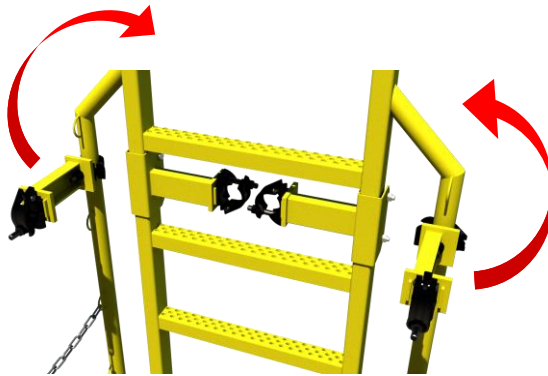

Bild 3
- Die Halterung für das Anlegerrohr an der Schelle lösen und um **180°** auf die Rückseite der Leiter verdrehen (Bild 3). Je nach Bedarf kann die Höhe der Halterung verändert werden. Im Anschluss das Anlegerrohr in der Kupplung montieren.